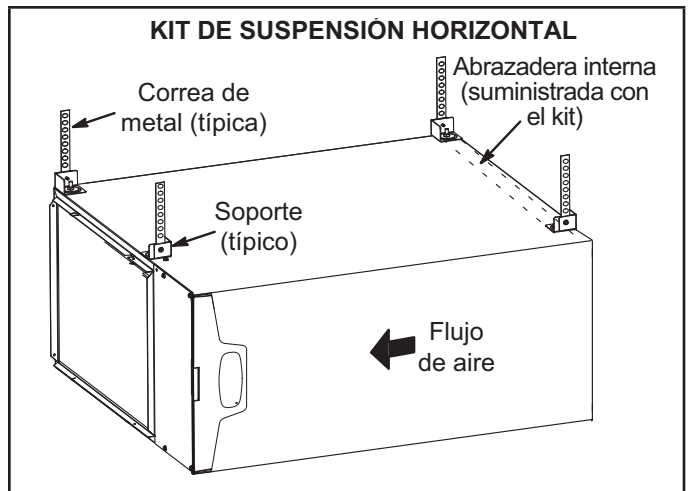
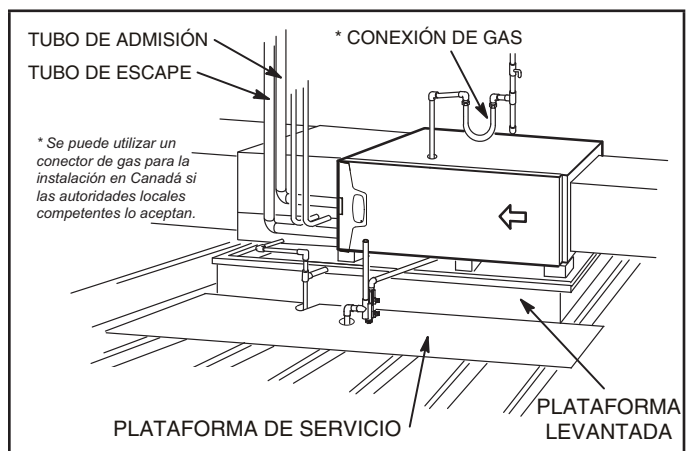

FIGURA 12
FIGURA 13
Este calefactor se puede instalar tanto en un ático como en un espacio reducido. Suspenda el calefactor de las vigas del techo o de las viguetas del piso, como se muestra en la figura 12, o instale el calefactor sobre una plataforma, como se muestra en la figura 13. Se puede pedir un kit de suspensión horizontal (51W10) a Lennox o usar uno equivalente.
- 2 - Construya un marco de madera elevado y cubra el marco con una hoja de madera contrachapada. Si la unidad está instalada sobre el espacio terminado, instale una bandeja de drenaje auxiliar debajo de la unidad. Coloque la unidad en la bandeja de drenaje como se muestra en la figura 13. Deje 8 pulgadas para el espacio de servicio debajo de la unidad para el sifón de condensado.